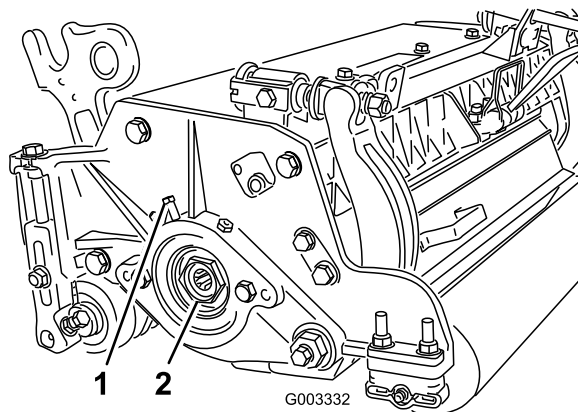

図 31
- A. カッティングユニットの左側にあるベアリング・ハウジングにベアリング調整ナットを固定している固定ネジをゆるめる（図 31）。